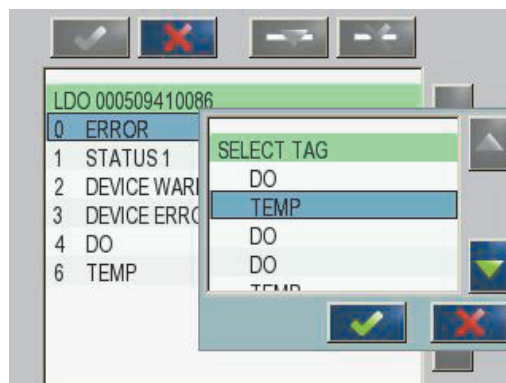

Figura 46 Menu de configuração Profibus/Modbus—Seleccionar etiqueta
6. Na lista de dispositivos do Telegrama, seleccione uma etiqueta (por exemplo, Erro ou Estado) e prima o botão **ADICIONAR**. É apresentada a caixa Seleccionar etiqueta com todas as etiquetas disponíveis para a sonda. Figura 46